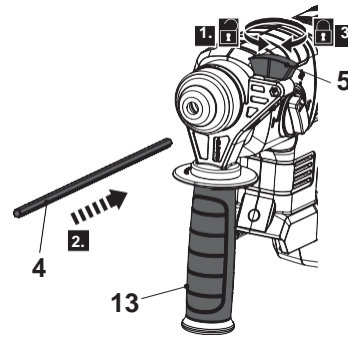

Fig. 2
1. Gire a porca de orelhas (5) para a esquerda até que possa introduzir o limitador de profundidade (4) (Fig. 2, passo 1).
2. Coloque o limitador de profundidade (4) no orifício da pega auxiliar (13) (Fig. 2, passo 2).
3. Gire a porca de orelhas (5) para a direita para fixar o limitador de profundidade (4) na posição (Fig. 2, passo 3).